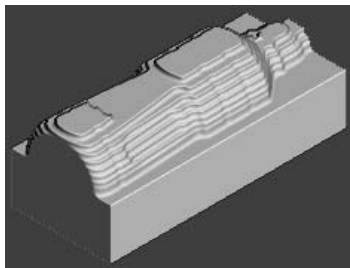

图 4-21 仿真加工结果
2) 在“仿真”工具栏的“当前刀具路径”下拉列表中选择要模拟的刀具路径 rough，然后单击“执行”按钮，系统开始自动仿真加工，仿真加工结果如图 4-21 所示。